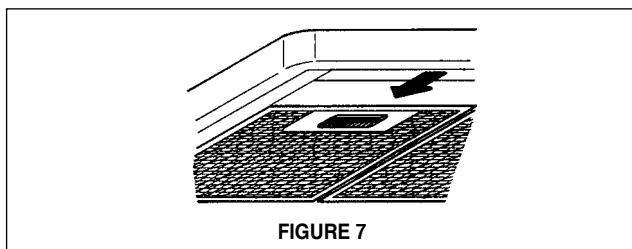

FIGURE 7
2. Retirer les filtres pour la graisse de l'appareil et les mettre de côté. Retirer les filtres pour la graisse en pressant sur la poignée à l'avant du filtre, tel qu'il est illustré à la **FIGURE 7**. Au moment de les replacer, s'assurer que les filtres soient positionnés adéquatement, la poignée vers l'avant et visible.